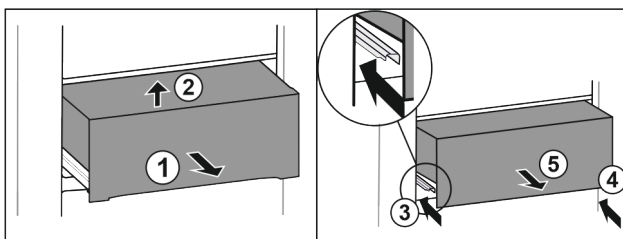

Fig. 42
- ▶ Изтеглете чекмеджето наполовина. Fig. 42 (1)
- ▶ Повдигнете чекмеджето отпред. Fig. 42 (2)
- ▶ Вкарайте лявата релса. Fig. 42 (3)
- ▶ Вкарайте дясната релса. Fig. 42 (4)
- ▶ Извадете чекмеджето напред. Fig. 42 (5)